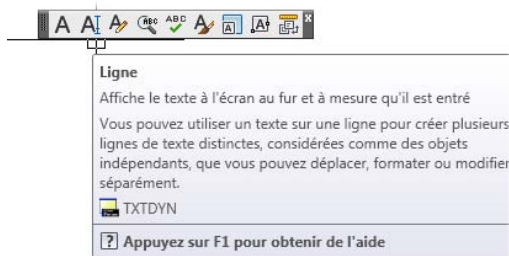

Figure 5.3
1. Commençons par l'outil de base, Texte sur une ligne (voir Figure 5.3). Vous avez également la possibilité d'entrer la commande Texte au clavier, puis de valider.